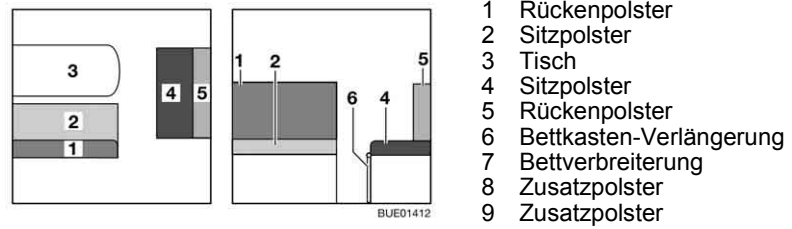
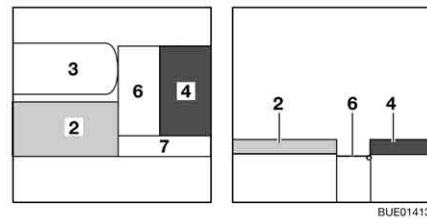
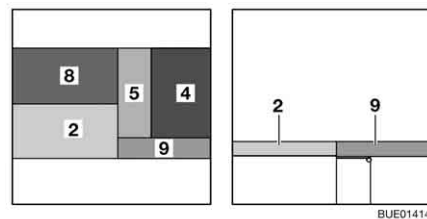

Bild 118 Vor dem Umbau
Bild 119 Während des Umbaus
Bild 120 Nach dem Umbau
- Tisch (Bild 118,3) zum Bettunterbau umbauen (siehe Abschnitt 6.12).
- Bettkasten-Verlängerung (Bild 118,6) ausklappen.
- Bettverbreiterung (Bild 119,7) am Bettkasten und an der Bettkastenverlängerung einhängen.
- Das Rückenpolster (Bild 118,1) abnehmen und beiseite legen.
- Das Rückenpolster (Bild 118,5) abnehmen und auf die Bettkasten-Verlängerung (Bild 119,6) legen.
- Das Zusatzpolster (Bild 120,8) auf den Tisch legen.
- Das Zusatzpolster (Bild 120,9) auf die Bettverbreiterung (Bild 119,7) legen.